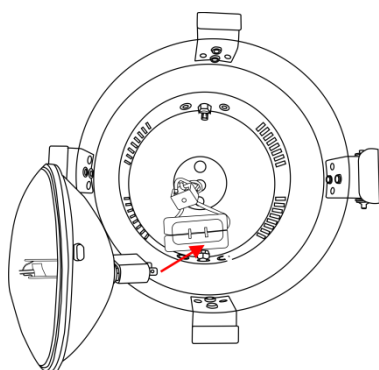

Fig. 05
- 04) Estrarre il portalampada e inserire la lampada (Fig. 05).